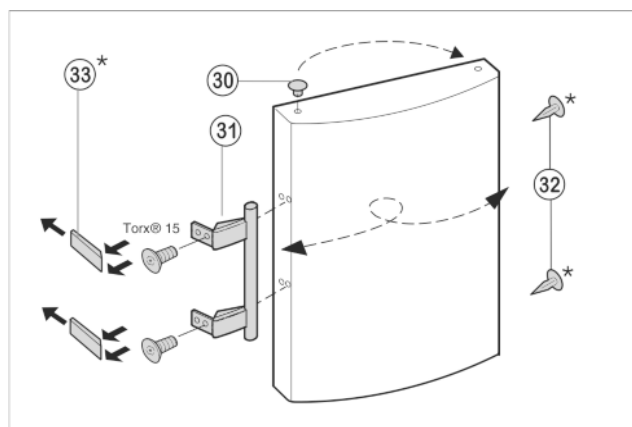

Fig. 9
- ▶ Zátky Fig. 9 (30) vyjměte z pouzdra ložisek dveří a přemístěte je.
- ▶ Madlo dveří Fig. 9 (31), zátky Fig. 9 (32) a krycí destičky Fig. 9 (33) odmontujte a přemontujte na protější stranu.